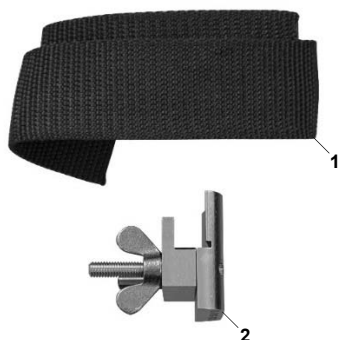

Fig. 1: Installer la sangle.
1. Installer la sangle "1" sur la poulie du vilebrequin et sous la courroie d'accessoire à nervures, tel que montré dans la fig. 1.